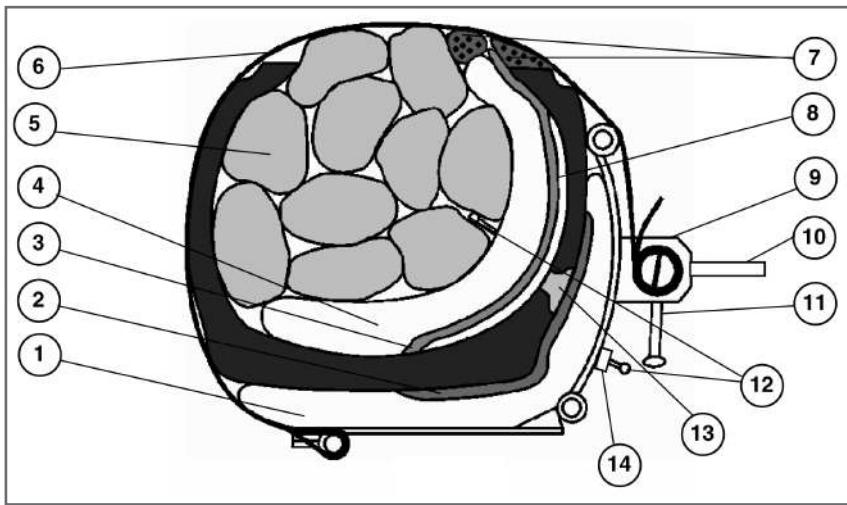

рис. 2
Внимание! Запрещается подавать давление в пневмоподушки, не установленные согласно Схемы вулканизации (рис. 2 стр. 6)
6.8 Установить наружную пневмоподушку согласно Рис.2.
Если край пластиря расположен близко к борту шины, то необходимо обеспечить выступание внутреннего гибкого нагревателя не менее чем на 40 мм от края пластиря по всей длине прилегания пластиря к борту. При этом, во избежание выхода из строя внутреннего нагревателя, необходимо обязательно установить бортовой вкладыш или уложить необходимое количество протекторных подушек (см. поз.7 Рис. 2).
6.16 Внутри шины на пневмоподушку уложить необходимое количество вкладышей (см. поз.5 Рис.2), при этом следить за тем, чтобы ниппель и быстроразъемное соединение находились между вкладышами (см. Рис.2).
6.18 Перемещая рукоятки вверх, натянуть с небольшим усилием стяжные ремни, выполнив 1...1,5 оборота фиксаторов. При этом необходимо удерживать фиксаторы рычагом (поз.10 Рис.2).